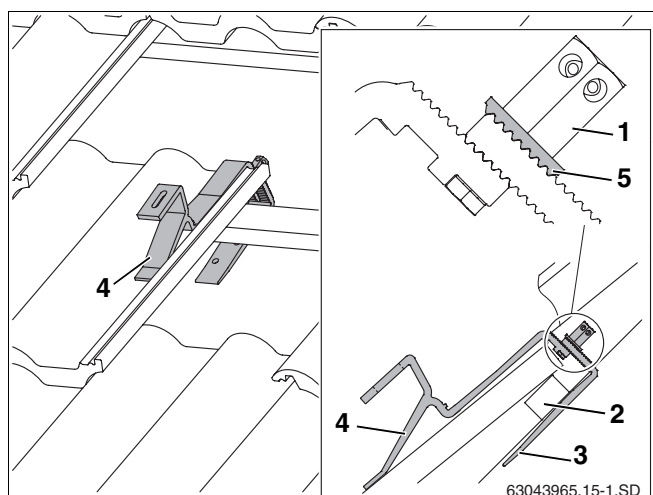

Fig. 13 Crochet de fixation accroché (pour une meilleure visibilité, certaines tuiles n'ont pas été représentées)
- Accrocher le crochet de manière à ce que l'appui avant soit posé dans le creux de la tuile (fig. 13, **pos. 4**).
- Glisser la partie inférieure du crochet (fig. 13, **pos. 3**) vers le haut jusqu'à ce qu'elle adhère à la latte (fig. 13, **pos. 2**).
- Serrer à fond l'écrou long à tête hexagonale (fig. 13, **pos. 1**). Pour cela, insérer la clé plate SW5 dans une perforation de l'écrou et tourner.
La rondelle dentelée (fig. 13, **pos. 5**) doit s'agripper dans les dents de la partie inférieure du crochet.